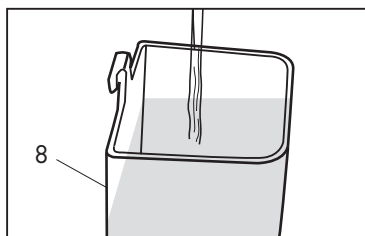

Fig. 2
- Riempire i serbatoi fino al raggiungimento del livello massimo (1,8 l). (Fig.2)